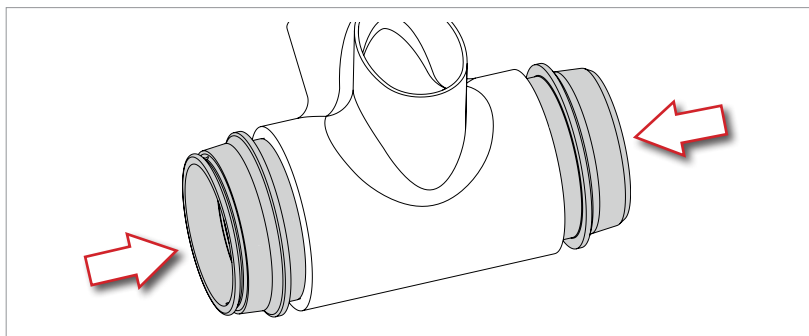

Fig.1
- Posizionate entrambe le calotte sul movimento centrale fino a quando sentite aumentare la resistenza sulla calotta e la guarnizione OR scompare all'interno del movimento stesso (Fig. 1).